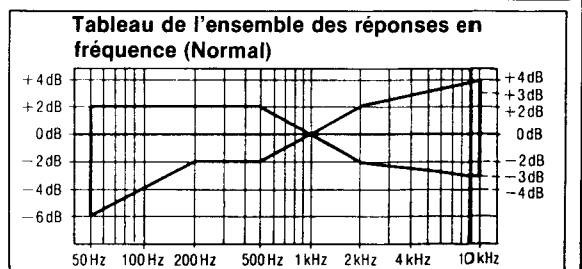

Fig. 10
- Reproduire les signaux enregistrés dans la phase 6, et vérifier si la courbe de réponse de fréquence se trouve dans les limites indiquées par la courbe de réponse de fréquence globale pour bandes normales (Fig. 10). (Si la courbe est comprise dans les spécifications, passer aux phases 7, 8 et 9). Si la courbe ne correspond pas aux spécifications du tableau, régler comme suit.